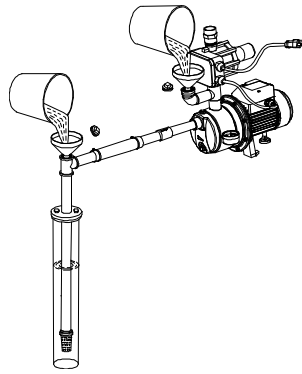

Figure 2
2. Amorcez la pompe et le tuyau. (Figure 2)
AVERTISSEMENT: Ne faites JAMAIS tourner la pompe à sec. Remplissez la pompe avec de l'eau avant de la mettre en marche (Reportez-vous à la figure 2).